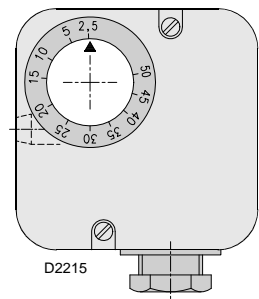

Fig. 21
- regolare il pressostato aria (Fig. 21), posto sulla cassa d'aria del bruciatore, a inizio scala.